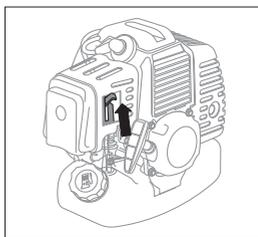

Рис. 9
4. Переведите рычаг воздушной заслонки в верхнее положение - | / | «Закрыто» (рис. 9).
7. Установите рычаг воздушной заслонки (рис. 9) в среднее положение.